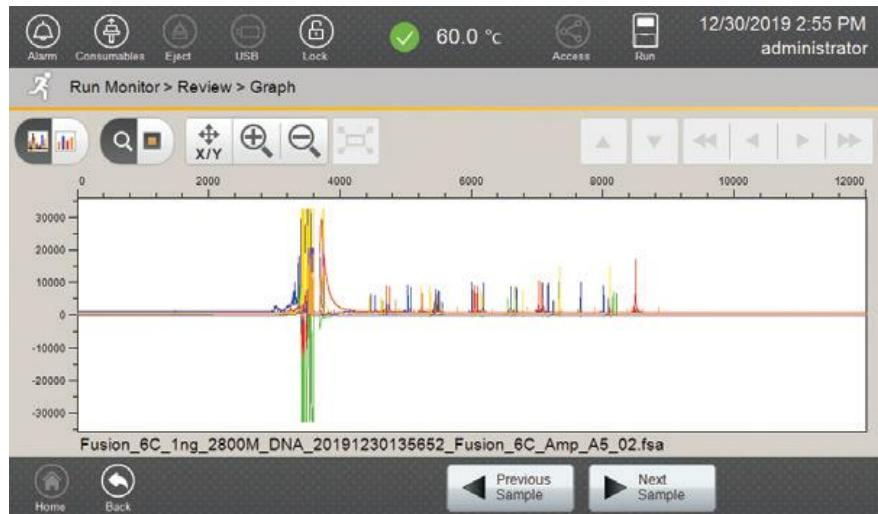

図 102 フラグメント解析の Result タブの Raw データ
3. Graph 画面のデフォルト表示は、生データのエレクトロフェログラムです。解析済みデータのエレクトロフェログラムを表示するには、スクリーンの左上隅にあるデータトグルボタンを選択し、生データ表示と解析済みデータ（図 102、103、104、105）を切り替えます。
9. フッターの **Previous Sample** と **Next Sample** (図 102、103、104、105) を使用して、ランしたサンプル間で表示を切り替えられます。Result タブに戻るには、フッターの **Back** ボタンを選択します。